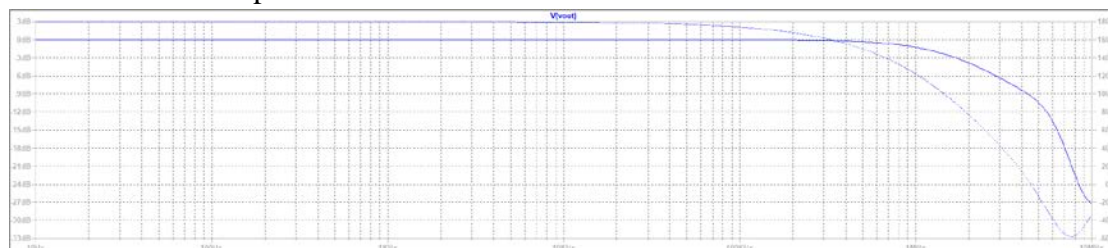

Figure 10
6. On lance la simulation et on observe la sortie de l'amplificateur dans Figure 10. On mesure la bande passante à -3dB vaut 1.676 MHz . Dans la fiche technique on trouve dans la situation où $V_s = \pm 15 \text{ V}$ @ $T_A = 25^\circ\text{C}$, « Unity Gain Frequency » vaut 1.9MHz . C'est-à-dire quand on a Gain est 1, alors la bande passante sera 1.9MHz . On trouve les deux valeurs sont proches.